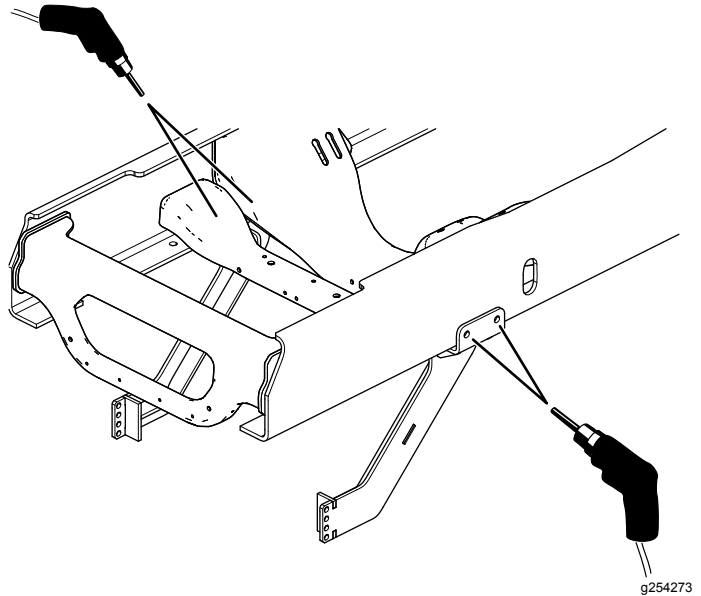

Figura 4
- Usando el soporte en ángulo como guía, abra los 4 taladros del bastidor del vehículo a un diámetro de 11/16" (Figura 4).